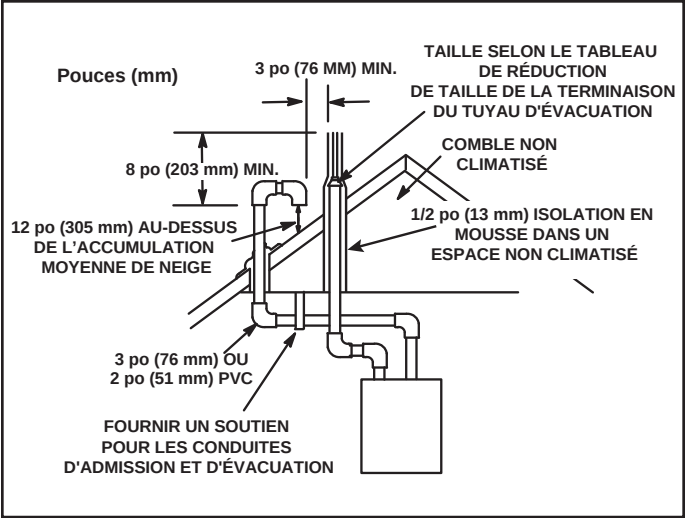

Figure 27. Terminaison de toit à ventilation directe
- 3. Sur les terminaisons de toit, la tuyauterie d'admission doit se terminer directement vers le bas à l'aide de deux coudes à 90° (Figure 27).